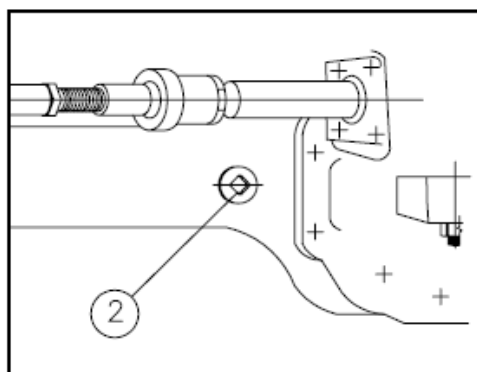

Fig. 5-21 Eixo dianteiro; bujão de nível
(1) Filtro, bujão de drenagem e nível.
Remova o bujão de nível (2) (Fig. 5-21) do cárter do eixo central. O nível de óleo deve chegar ao orifício. Ateste se necessário com óleo do tipo especificado, através do bujão 2 (Fig. 5-21).